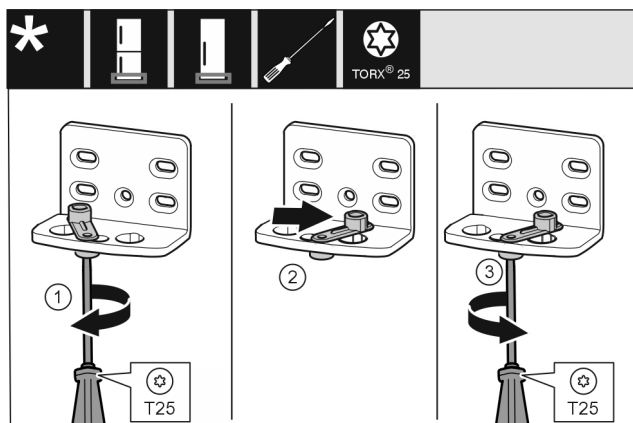

Fig. 15
- ▶ Schraube mit Schraubendreher T25 lose schrauben. Fig. 15 (1)
- ▶ Türschließhilfe anheben und um 90° nach rechts in Bohrung drehen. Fig. 15 (2)
- ▶ Schraube mit Schraubendreher T25 festschrauben. Fig. 15 (3)